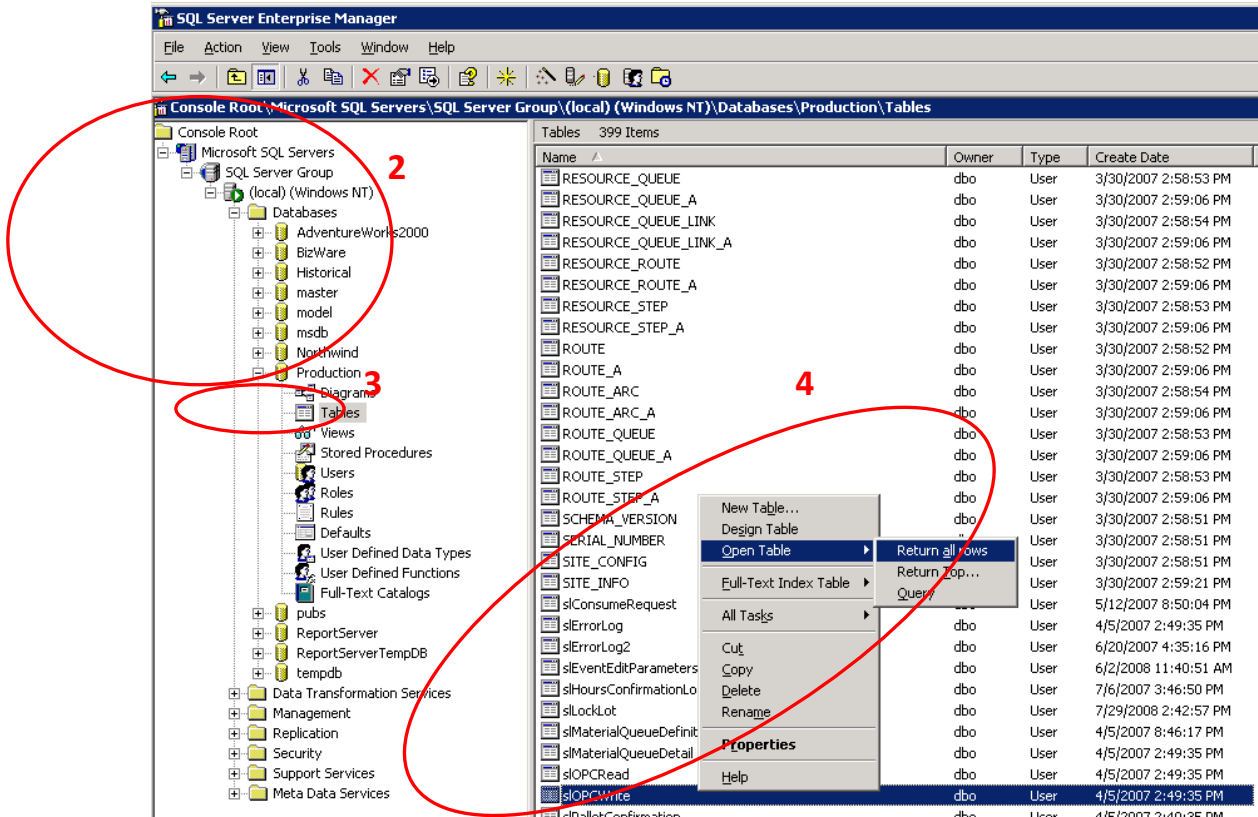

Imagen 68
4. - En la parte derecha de la ventana buscar **sIOPCWrite**. Hacer clic con el botón derecho y elegir **Open Table**→**Return all rows**. (Imagen 68)